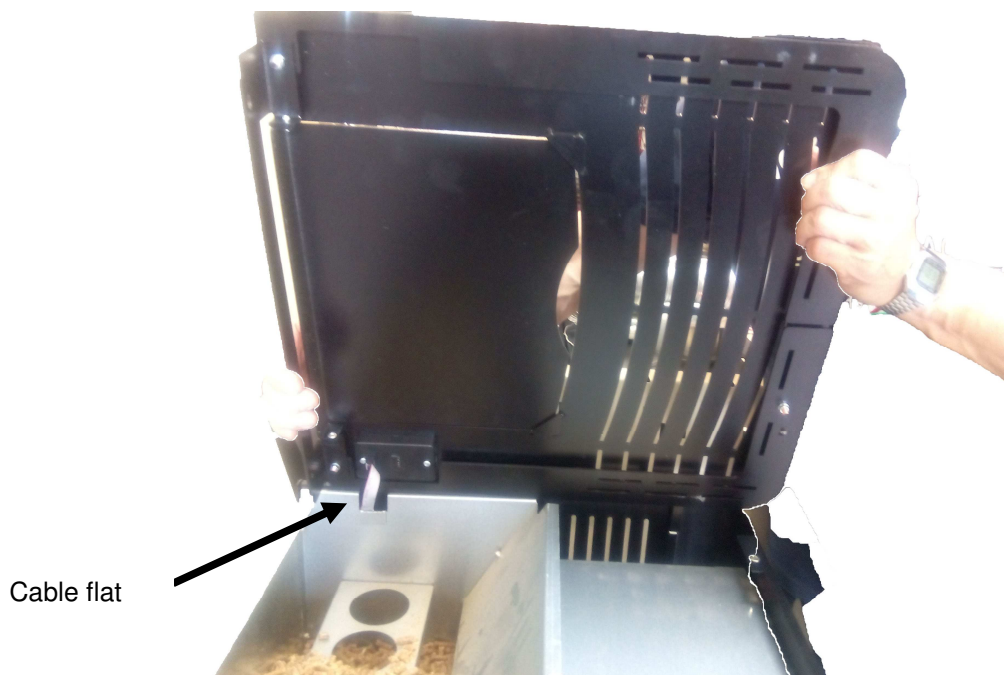

Figura 7.5
2) Retirar el top con cuidado inclinándolo hacia un lado ya que está conectado el cable flat del display y se podría romper (ver **Figura 7.5**).